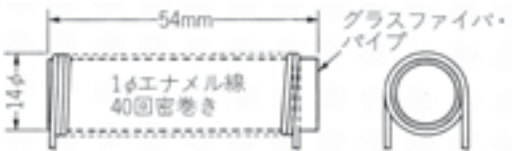

図4-3-4 コイル・ボビンの加工
- ④ コイル・ボビンの加工ですが、私は14mm径のパイプ(釣竿)に0.8mm径のエナメル線を45回密着巻きし、接着剤で仮固定しました(図4-3-4参照)。